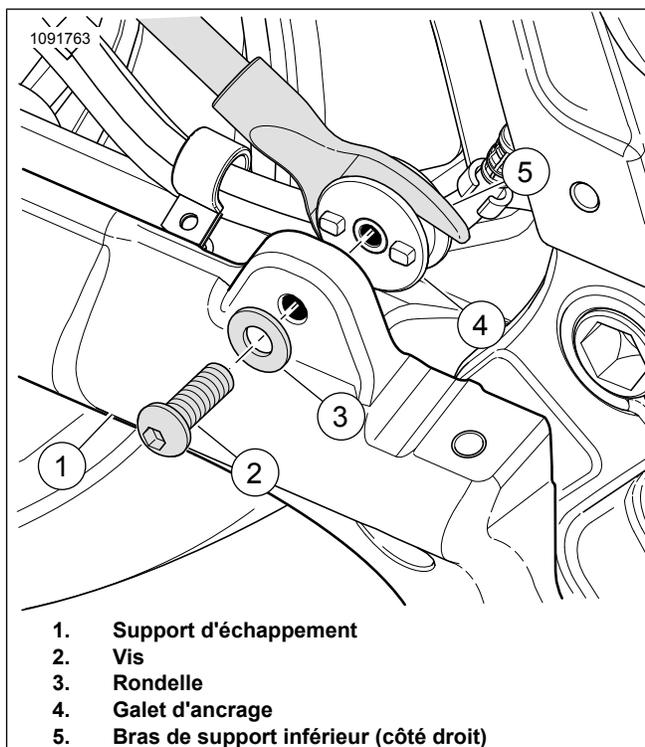

Figure 7. Support de bras inférieur (côté droit)
3. Voir Figure 7 . Fixer le galet d'ancrage (4) au support d'échappement (1) situé à l'intérieur du véhicule.